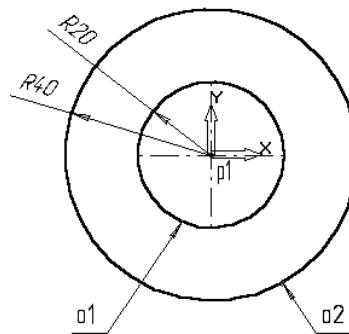

Рис. 2
3. Затем постройте окружность **o2** без осевых линий радиусом 40 мм. Положение центра задайте в центре окружности **o1** (точка p1) с помощью привязки Ближайшая точка, рис. 2.